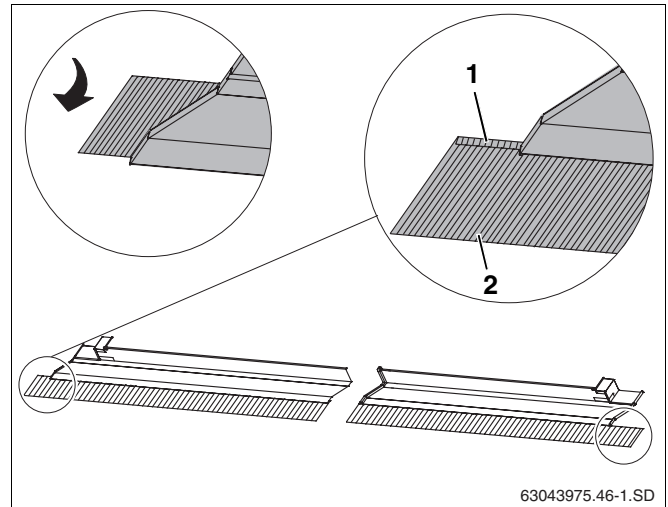

Рис. 42 Укладка свинцовых фартуков
- Выгнуть свинцовые фартуки всех накладных листов вперед (рис. 42, поз. 2).
- Выгнуть также вперед концы крайних накладных листов вверх (рис. 42, поз. 1).